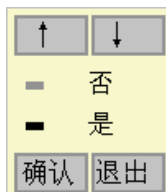

图 6.2 是否跨缝测试选择
1. 跨缝：用户用于选择是否跨缝测试，选择界面如图 6.2 所示